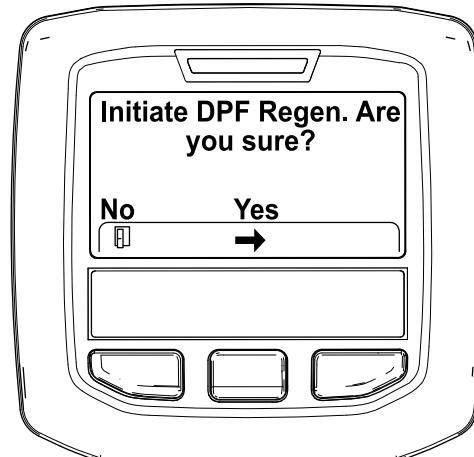

Figure 43
4. Quand le message « Initiate DPF Regen. Are you sure? » (lancer régénération FAP. Êtes-vous sûr(e) ?) s'affiche, appuyez sur le bouton central (Figure 43).